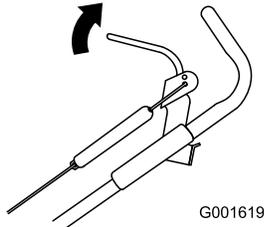

Figure 20
1. Rapprochez la barre de commande du guidon pour tendre le câble (Figure 20).